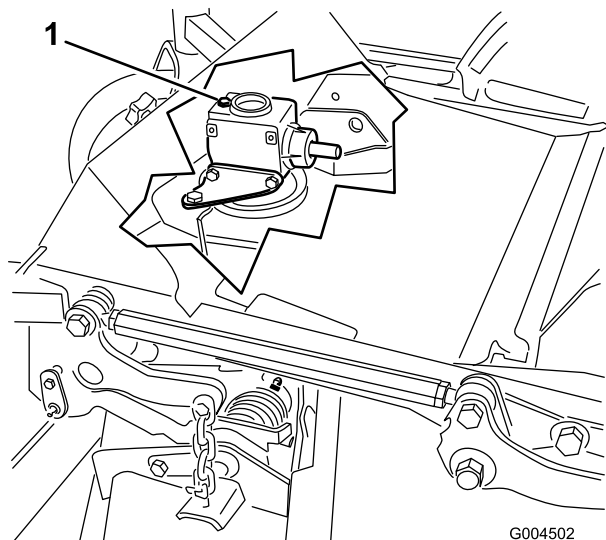

Figura 63
6. Retire la varilla/ tapón de llenado de la parte superior de la caja de engranajes (Figura 63) y asegúrese de que el lubricante está entre las marcas de la varilla.
6. Retire el tapón de llenado/varilla de la parte superior de la caja de engranajes (Figura 63).